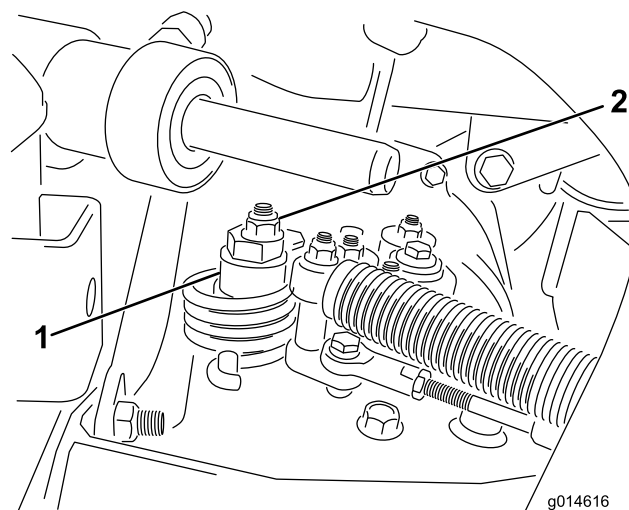

Figura 49
A. Afloje la tuerca que sujeta el excéntrico a la parte superior del hidrostato (Figura 49).
C. Gire el excéntrico hasta que no haya movimiento en ningún sentido. Cuando la rueda deje de girar, apriete la tuerca para bloquear el excéntrico y el ajuste (Figura 49). Compruebe el ajuste con el acelerador en las posiciones Lento y Rápido.